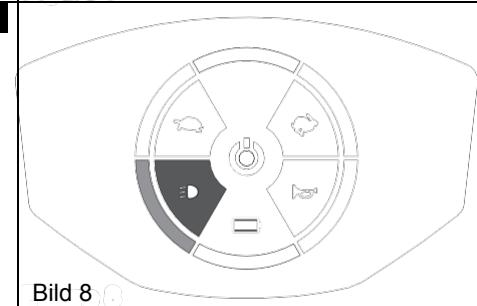

Bild 8
- Tryck på knappen [ ⚡ ] en gång för att slå på strålkastaren och bakljuset. [ ⚡ ] lyser på panelen. Lampan tänds på panelen. (Bild 8)
- Stäng av genom att trycka på knappen igen. Panelens [ ⚡ ] lampa är släckt. (Bild 8)